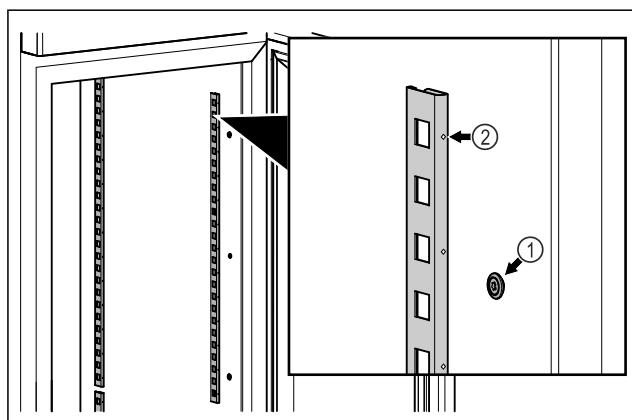

Fig. 58 Shembull ilustrues
- Futni shiritat e kapjes në vendin e varjes Fig. 58 (1). Shënim: Fig. 58 (2) duhet të jetë i drejtuar nga përpara.